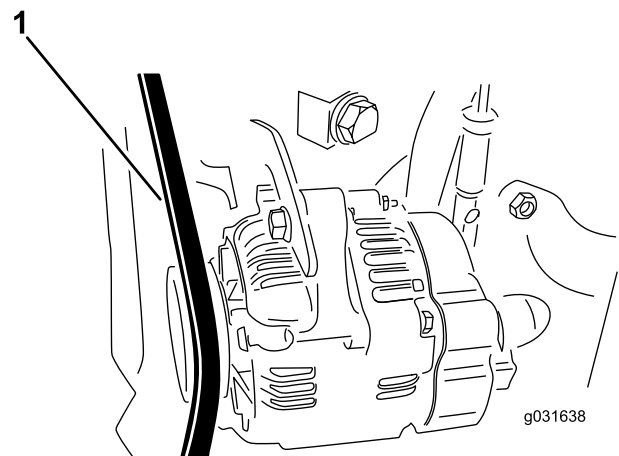

Figura 62
2. Aplique una fuerza de 30 N a la correa del alternador, en el punto intermedio entre las poleas (Figura 62).